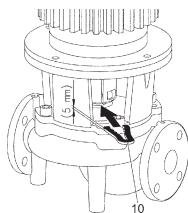

Fig. 13: Aanbrengen van de montagevork
10. Schuif de montagevork (Fig. 13, pos. 10) tussen het lantaarnstuk en de koppeling. De montagevork mag geen spelting hebben.
13. Schuif de montagevork (Fig. 13, pos. 10) tussen het lantaarnstuk en de koppeling. De montagevork mag geen speling hebben.